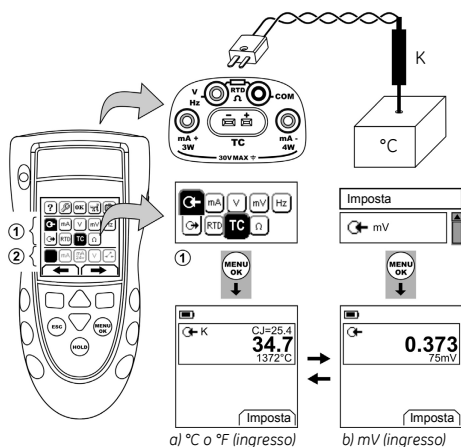

Figura 9: Esempio di configurazione – per misurare/simulare i valori di temperatura (°C/°F) o mV di una termocoppia
Collegare i fili della termocoppia al mini-attacco adeguato della termocoppia (Figura 9). La paletta più larga è il negativo. Collegare l'attacco allo strumento.
1. Collegare lo strumento (Figura 9) e, se necessario, modificarne il *Setup* (Tabella 1).